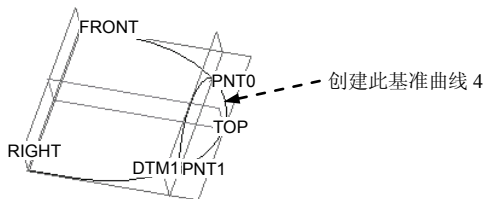
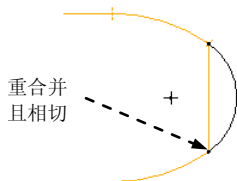

图 6.2.21 创建基准曲线 4
图 6.2.22 截面草图
- ① 创建基准点时，无须退出草绘环境，直接单击“创建基准点”按钮。
- ② 选择基准曲线 1 或 2 的顶点；单击“基准点”对话框中的 **确定** 按钮。
Step5. 创建图 6.2.21 所示的基准曲线 4，相关提示如下：单击“草绘基准曲线”命令按钮；设置 FRONT 基准平面为草绘平面，RIGHT 基准平面为参照平面，方向为 **右**；特征的截面草图如图 6.2.22 所示（为了便于将基准曲线 4 的顶点与基准曲线 1、2 的顶点对齐并且相切，有必要选取基准曲线 1、2 为草绘参照）。